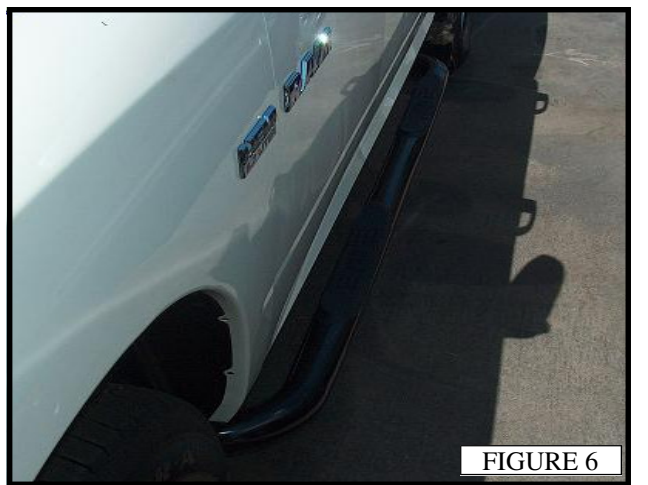

FIGURE 6
11. Attach the passenger side step bar with (2) 1/2" bolts, (2) 1/2" flat washers, and (2) 1/2" lock washers. Do not tighten at this time. (FIGURE 6)
11. Attacher la barre du marchepied côté passager avec (2) boulons 1/2", (2) rondelles plates 1/2", et (2) rondelles-frein 1/2". Ne pas serrer pour l'instant. (FIGURE 6)